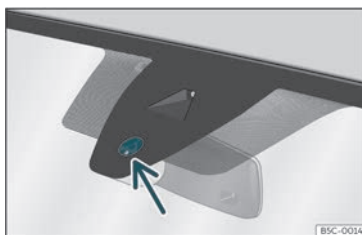

Fig. 92 Superfície sensível do sensor de chuva.
As possíveis causas de anomalias e interpretações errôneas na zona da superfície sensível »» Fig. 92 do sensor de chuva são, entre outras:
- Limpe regularmente a superfície sensível do sensor de chuva »» Fig. 92 (seta) e verifique possíveis danos nas escovas.